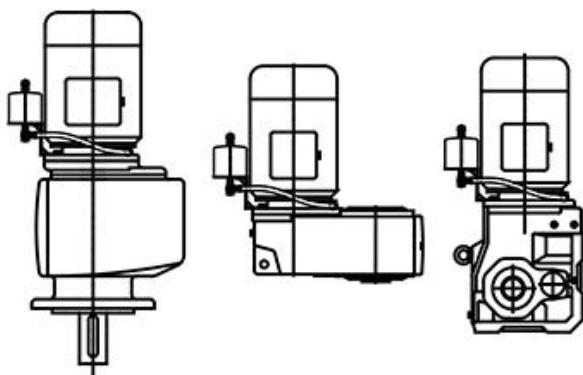

図 18: オイルエクスパンションタンクの位置
オイルエクスパンションタンクはホース接続部を下にし、エアベントプラグを上にして垂直に取り付けなければなりません。ホースの長さを考慮して、タンクをできるだけ高い位置に取り付けます。オイルエクスパンションタンクの位置は、図 18 を参考にしてください。端子箱位置がポジション 2 の構造形状 M4 では、オイルエクスパンションタンクは取り付けできないことに注意してください。
2. オイルエクスパンションタンクを 図 18 に従って取り付けます。このとき、モータシャフトに対して平行にタンクを調整してください。